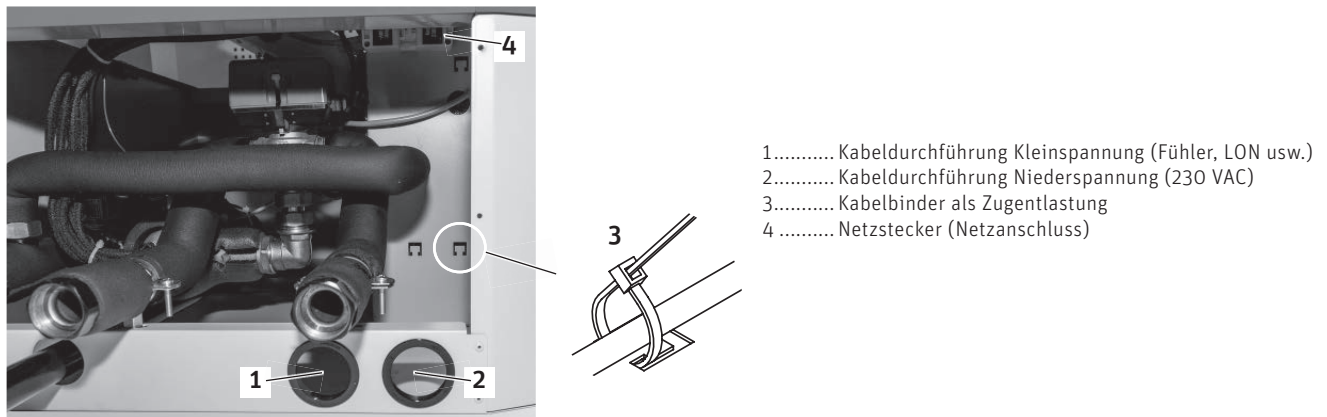

Fig.20 Kabeldurchführungen – Ansicht von unten
- ▶ Der Anschluss an die Anschlussleisten (schraubenlose Käfig-Federzugklemmen) soll mit feindrähtigen PVC-Schlauchleitungen erfolgen. Die Kabel können von unten durch die Kabeldurchführungen verlegt werden – Fig. 20.
- ▶ Auf die getrennte Führung der Kleinspannungsleitung (0–12 VDC) und der Niederspannungsleitung (230 VAC) ist zu achten! Kabel in die vorhandenen Kabeldurchführungen verlegen – Fig. 20.